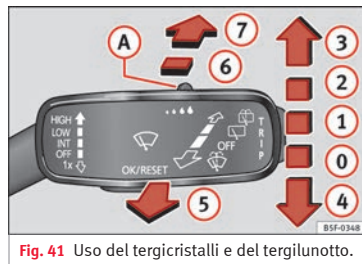

Fig. 41 Uso del tergcristalli e del tergilunotto.
- 1 Tergitura a intervalli per i tergcristalli. Utilizzando il comando » **fig. 41 (A)**, regolare la durata dell'intervallo (nel caso di veicoli privi di sensore pioggia) oppure la sensibilità del sensore pioggia.